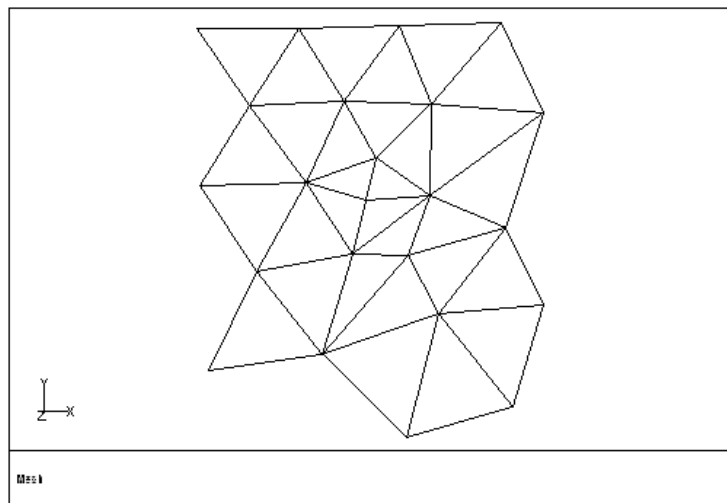

Figure 1.25: Surface Mesh After Edge Swapping
- (d) Swap the edges of the split face (Figure 1.25).